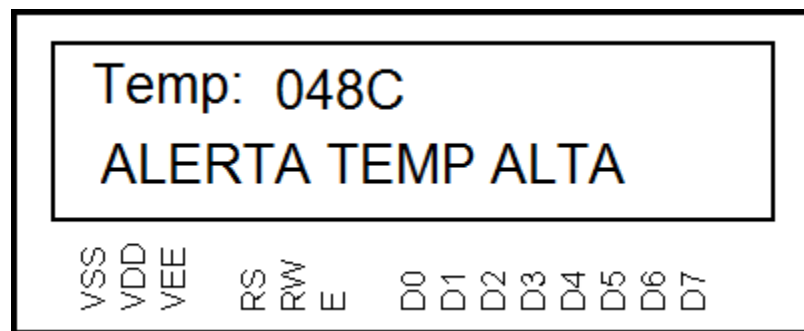

Figura 4. Vista de alerta en caso la temperatura medida por el sensor supera la temperatura ingresada por teclado.
3. Posteriormente, en caso la temperatura del sensor supere el valor ingresado como umbral de temperatura por el teclado matricial, la pantalla deberá oscilar (prender y apagar 4 veces por segundo o cada 0.25 segundos) mostrando el mensaje en la segunda fila "ALERTA TEMP ALTA" con la temperatura actualizada en la primera fila, tal como se observa en la Figura 4.